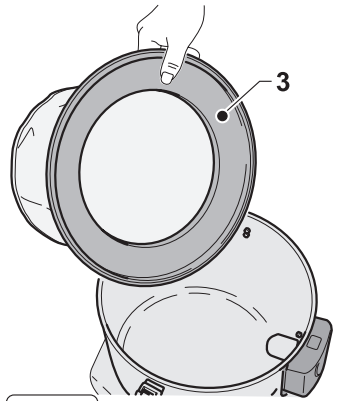

Fig. 3
- Controllare che all'interno del fusto sia presente il sacchetto filtro (3 Fig. 3) in TNT (poliestere); se non è presente inserirlo nella relativa sede.
Il sacchetto filtro (3 Fig. 3) in TNT (poliestere) può rimanere montato anche durante l'utilizzo della macchina come aspiraliquidi, previa accurata pulizia (soffiatura) dello stesso dai residui di polvere accumulati durante l'utilizzo della macchina come aspirapolvere.
Al riutilizzo della macchina come aspirapolvere dopo aver aspirato dei liquidi accertarsi che l'interno del fusto e il sacchetto filtro (3 Fig. 3) siano perfettamente asciutti.